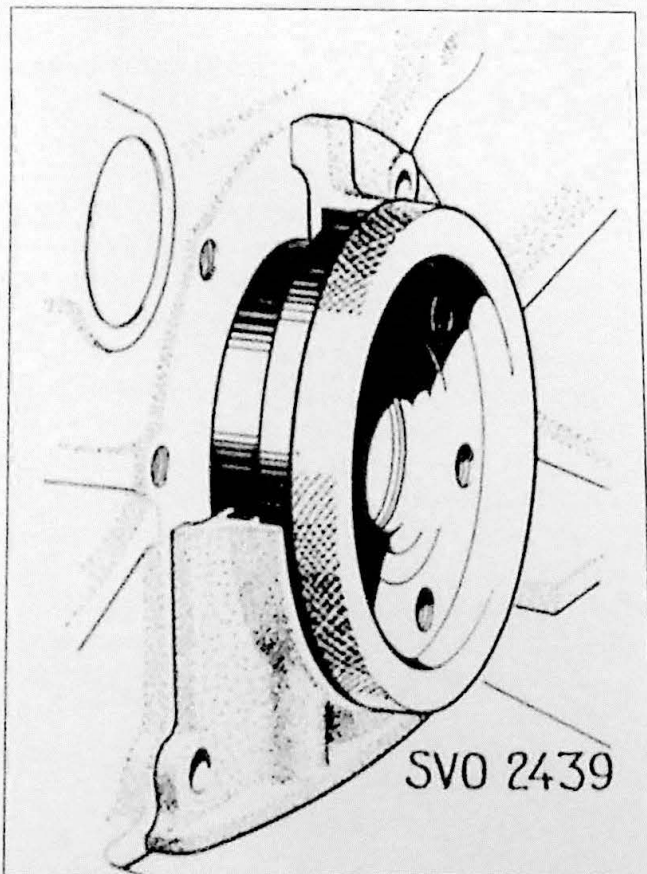

Fig. 2.33. Het centreren van de achterste afdichtingsflens
3. Centreer de flens met SVO 2439, Fig. 2.33. Draai deze rond, terwijl je de schroeven vast draait en stel de flens bij als de huls SVO 2439 vastloopt. Controleer steeds dat de flens vlak op het blok ligt.